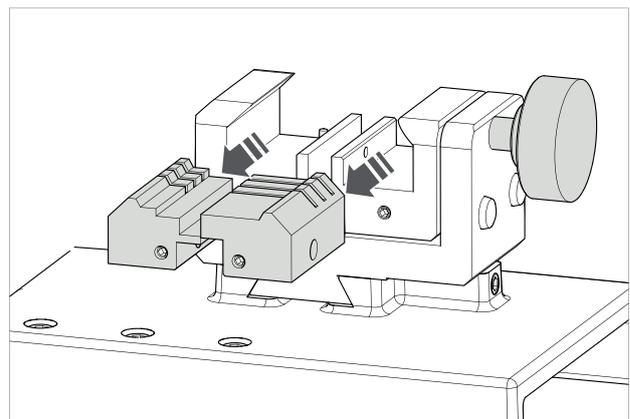

Fig. 54
- 3) Empujar con los dedos desde la parte trasera de la mordaza la quijada a sacar, extrayéndola hacia el operador (Fig. 54).